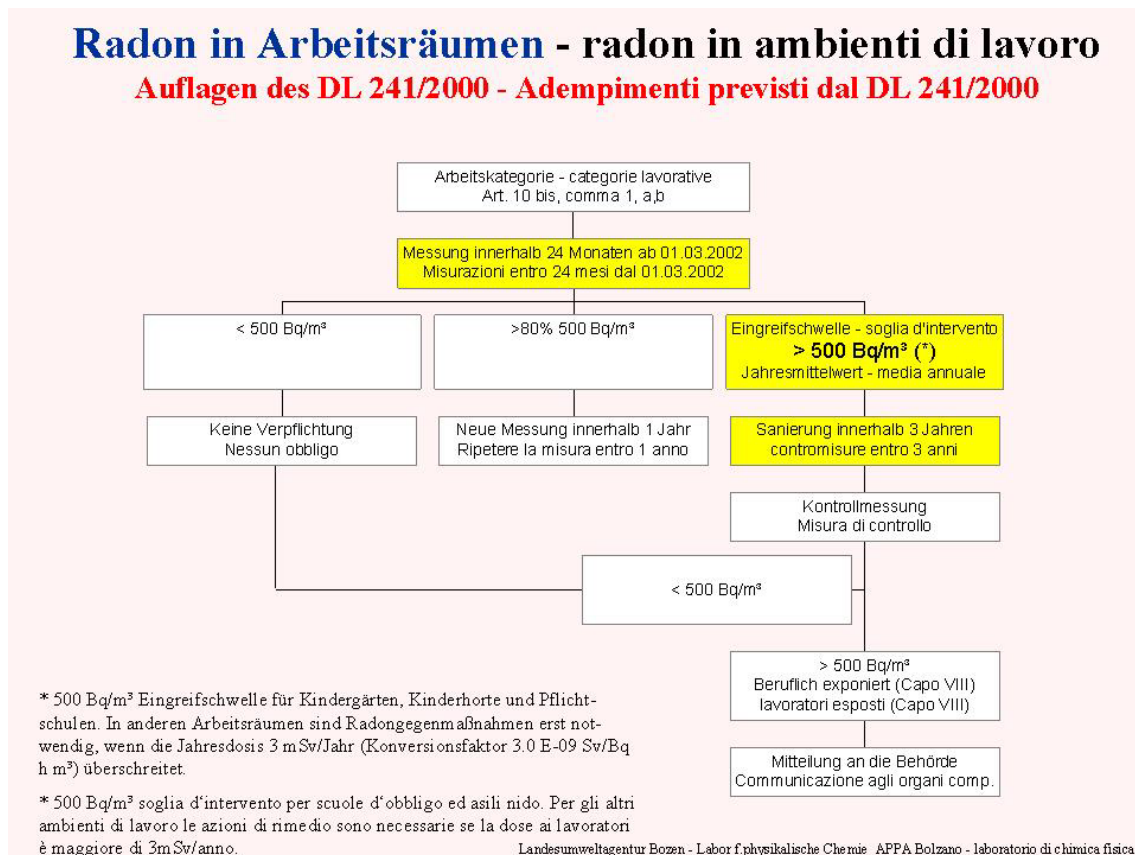

FIGURA 5) Schema degli adempimenti previsti dal DL 241/2000 riguardo al radon in ambienti di lavoro
2. caso: questa volta il posto di lavoro si trova solo al piano terra, però la casa si trova su di un pendio ed un lato della casa è più basso dell'altro: segnare la T in figura 5.